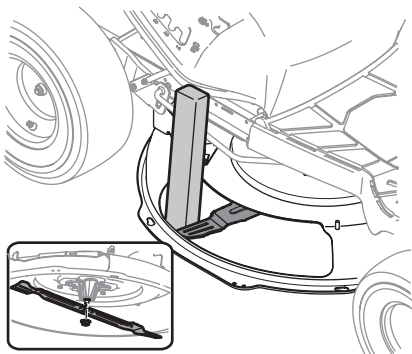

Figura 4-10
2. Use un bloque de madera o un 2 x 4, insértelo dentro de la abertura de la plataforma y haga girar la cuchilla hasta que la madera haga cuña entre la abertura de la plataforma y la cuchilla de corte, como se indica en la Figura 4-10.